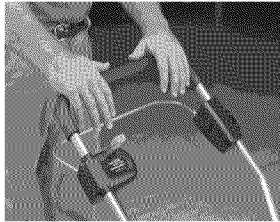

Figure 27 - Relâchez la poignée de sécurité
1. Relâchez la poignée de sécurité pour arrêter le moteur de la tondeuse (voir la Figure 27).